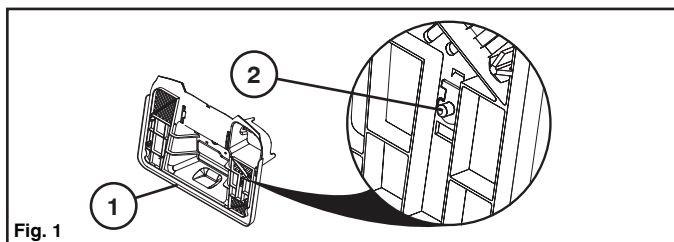

Fig. 1
- Sitúese detrás del tractor con la ensacadora fuera de la placa de apoyo (1) e identifique la zona de contacto total (2) de la ensacadora (consulte la Fig. 1).